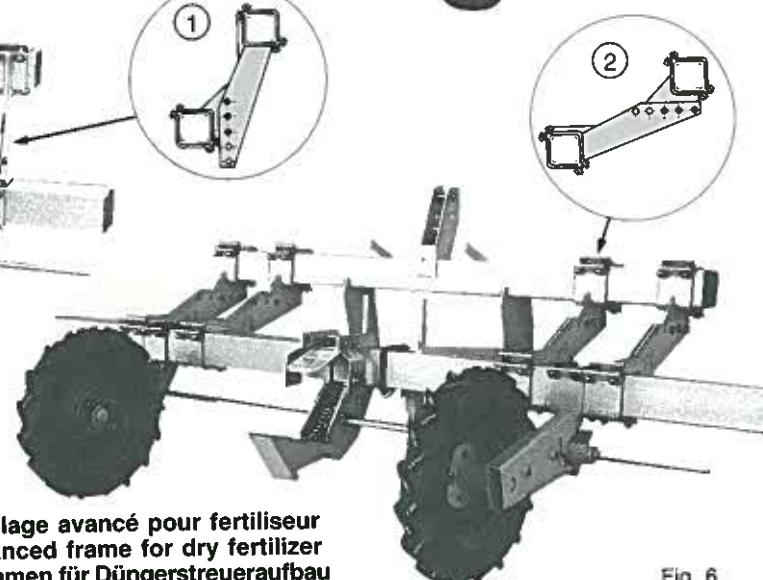

Fig. 6
B — Une position fig. 6 pour utilisation avec fertiliseur.
suivant ② pour châssis fig. 6.
B — Abb. 6 Ausführung für die Benutzung mit Düngerstreuer.
Möglichkeit ② für den Rahmen Abb. 6.
B — Position fig. 6 to be used with fertilizer.
as shown ② for frame fig. 6.
— Como ② para chasis fig. 6.